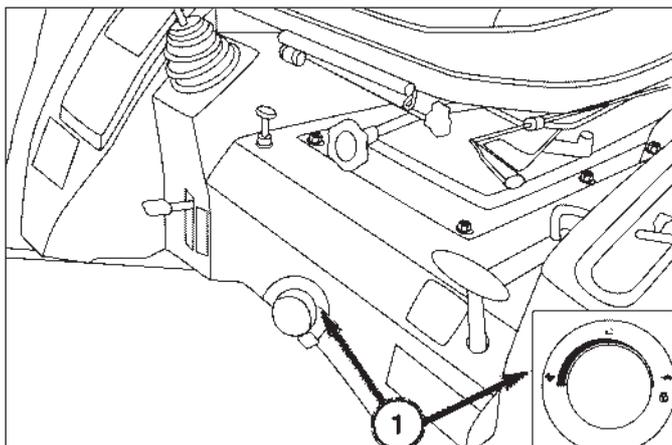

FIG. 4-34
**FIG. 4-34:** La molette, 1, règle la vitesse d'abaissement du crochet d'attelage et de l'équipement. Tournez la molette dans le sens horaire pour réduire la vitesse et dans le sens antihoraire pour augmenter la vitesse d'abaissement. En tournant la molette complètement dans le sens horaire, l'équipement (ou le crochet) est bloqué en position levée pour un déplacement.